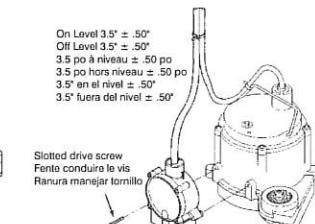

Figure 2
2. Pour l'installation des pompes 6-CIM-R ou 6-CBM-R de Little Giant, consulter la Figure 2. Fixer le RS-5LL directement au boîtier de la pompe de série 6 à l'aide des deux clous vissés fournis, tel qu'il est illustré à la Figure 2. Utiliser les attaches de câble fourries pour fixer les cordons d'alimentation ensemble. Pour s'assurer du bon fonctionnement de l'interrupteur et de la pompe, placer cette dernière dans au moins 3/4 po d'eau, sur une surface stable.